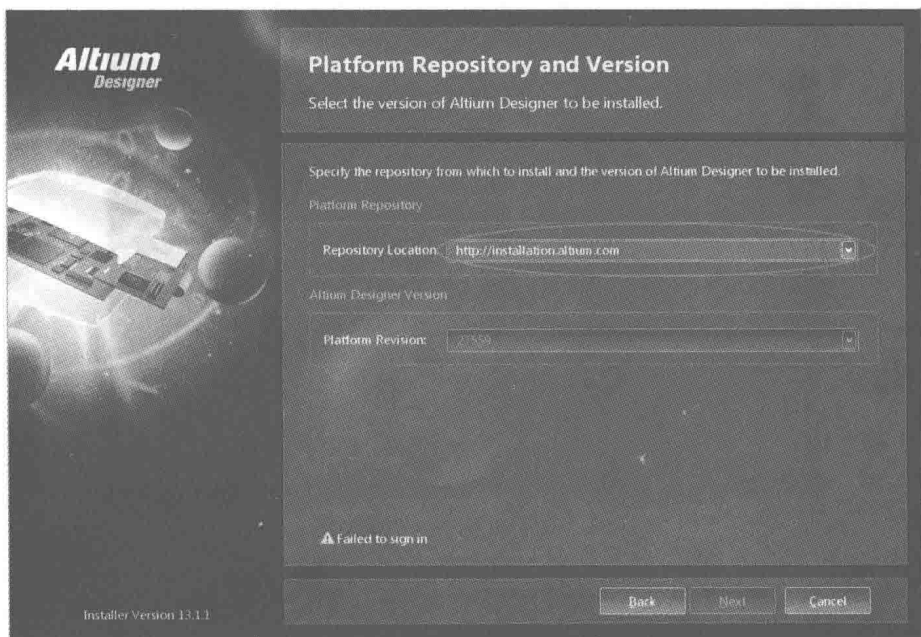
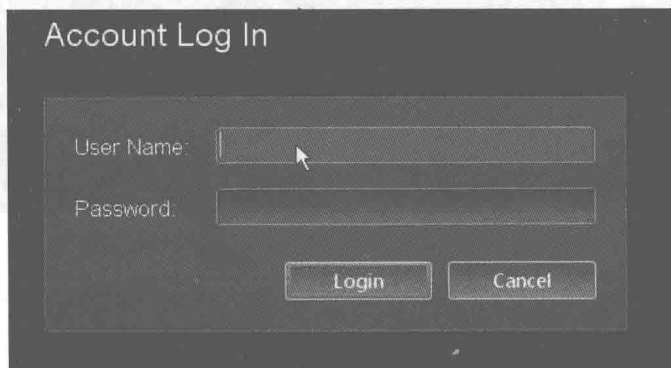

图 1-4 Platform Repository and Version 窗口
图 1-5 账号登录对话框
(5) 在图 1-3 所示窗口中的 Select language 下拉列表框中可以选择所用的语言, 在此选择缺省的语言英语 (English); 选中 I accept the agreement 单选项, 同意该协议, 单击 Next 按钮, 弹出如图 1-4 所示的 Platform Repository and Version (安装文件所在目录及版本) 窗口。
(6) 在图 1-4 所示窗口中的 Platform Repository 区域可显示安装文件所在的位置, 这里显示 <http://installation.altium.com> 网址, 表示需要在该网站下载安装文件, 单击该网址, 弹出图 1-5 所示对话框。
(7) 在图 1-5 所示对话框中输入 Altiumlive 账号及密码, 单击 Login 按钮, 弹出图 1-6 所示窗口, 这时 Platform Revision 下拉列表框中显示软件版本号。